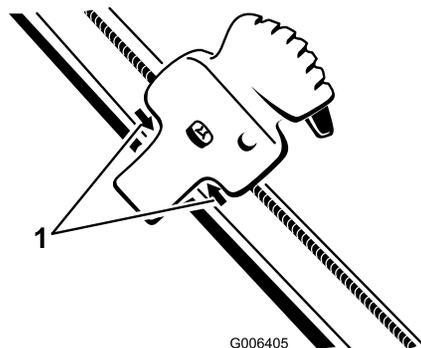

Figure 33
- Placez la commande Quick Shoot entre les 2 flèches situées sur le côté droit de la partie supérieure du guidon (Figure 33).